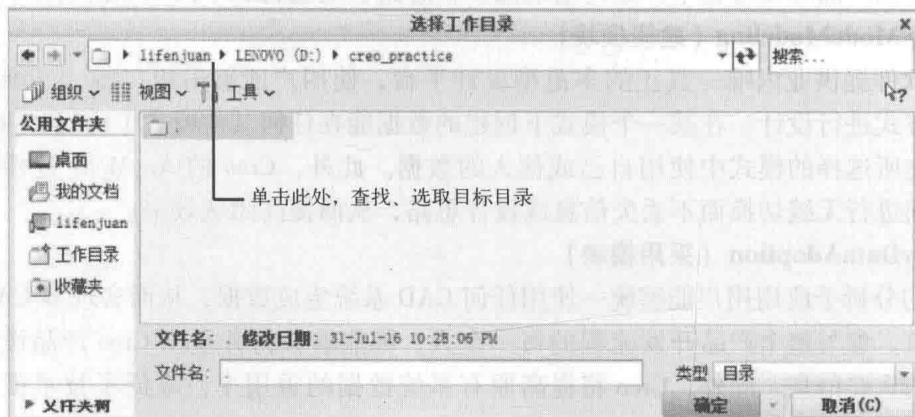

图 1-2-1 “选择工作目录”对话框
(2) 设置工作目录
① 单击“选择工作目录”按钮，或者选择【文件】下拉菜单→【管理会话】→【选择工作目录】命令。
② 系统弹出“选择工作目录”对话框，如图 1-2-1 所示，选择 D 盘，在 D 盘中新建文件夹“creo_practice”，并选取目录“creo_practice”，单击对话框中“确定”按钮。